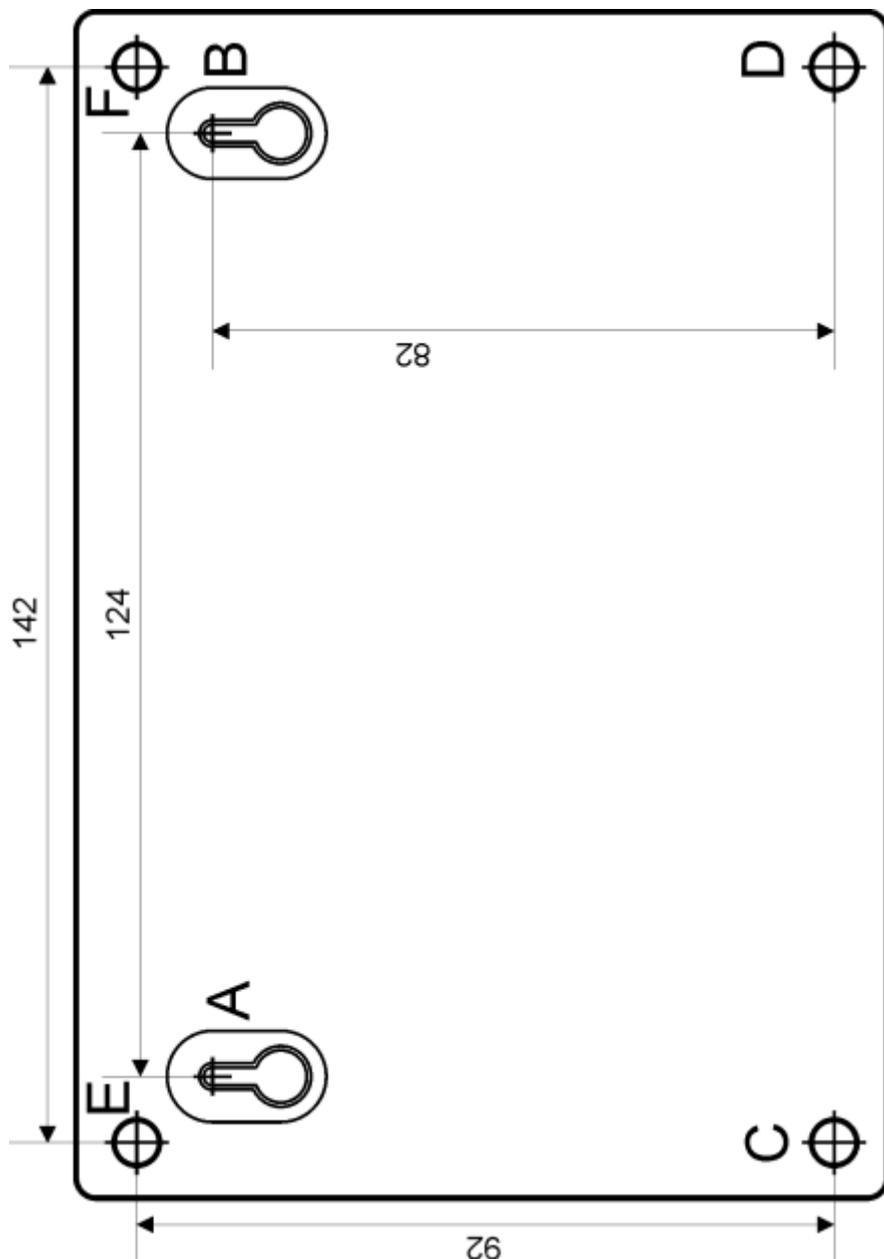

Рисунок 6. Шаблон для монтажа
3.1 Полностью прочтите настоящую инструкцию прежде, чем использовать шаблон (рис. 6).
3.3 Вариант 1. Приложите к стене шаблон для монтажа (рис. 6). Просверлите 3 отверстия (А, В и на выбор С или D). Установите в отверстия дюбеля и вкрутите в 2 верхних дюбеля шурупы из комплекта поставки так, чтобы расстояние между головкой шурупа и стеной составляло около 7 мм.
3.4 Вариант 2. Приложите к стене шаблон для монтажа (рис. 6). Просверлите 3 отверстия (Е, F и на выбор С или D). Установите в отверстия дюбеля.